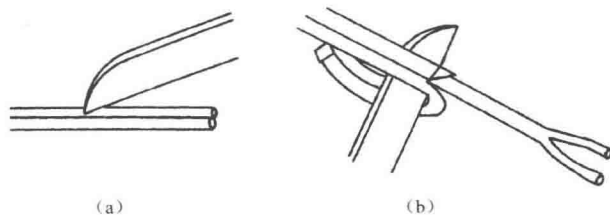

图 1-5 多芯护套线剖削方法
2) 剖削双芯或三芯护套线塑料绝缘层方法如图 1-5 所示。
①如图 1-5 (a) 所示，根据所需长度用电工刀刀尖对准芯线缝隙划开护套层。
②如图 1-5 (b) 所示，向后翻护套层，用刀齐根切去。